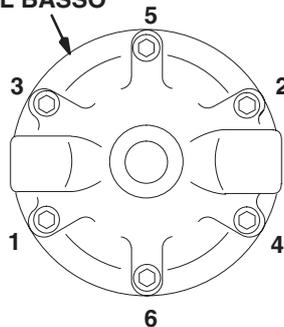

Fig. 5
10. Rimuovere la membrana (25) – *solo sui modelli 217314 e 221118*, la membrana (22) e la guarnizione (26).
11. Rimuovere la molla (3), lo stelo della valvola (9) e la guarnizione (21) dal corpo dello stelo.
13. Posizionare il corpo dello stelo (18) in una morsa. Uno alla volta, inserire la guarnizione (26), il diaframma (22) – *di PTFE bianco di lato al di sotto del corpo inferiore*, il diaframma (25) – *solo sui Modelli 217314 e 221118*, e la rondella (17) sul corpo dello stelo (18). Assicurarle con il dado di blocco (13).
**NOTA:** *Nei modelli 217314 e 221118*, allineare i fori sui diaframmi (25 e 22) prima di serrare il dado di blocco (13).
14. Serrare il dado di blocco (13) sul corpo dello stelo (18) fino a 28–47 N.m.
15. Installare lo stelo della valvola (9), la molla (3), la guarnizione (21) e la vite di ritenzione (10) sul corpo dello stelo (18). Accertarsi che la linguetta sullo stelo della valvola (9) si adatti alla fessura sulla vite (10).
16. Serrare la vite di ritenzione (10) sul corpo fino a 28–34 N.m.
17. Installare la molla, la vite di regolazione (12) ed il tappo sul corpo (6). Serrare i sei tappi a vite (1) nella sequenza mostrata nella Fig. 5, **vista inferiore** e serrare come indicato.
18. Installare la guarnizione (15), la sede della valvola (16) e la sfera (20) nel corpo (6).
19. Avvitare il raccordo girevole (23) con l'anello di tenuta (4) e la molla (40) in posizione sull'ingresso. Serrare fino a 31–36 N.m.